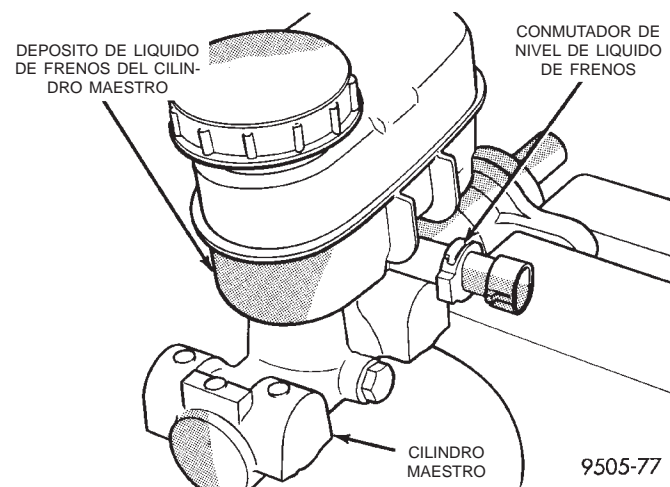

Fig. 169 Desmontaje/Instalación del conmutador de nivel del depósito de líquido
(3) Mientras comprime las lengüetas de retención, tome con fuerza el extremo opuesto del conmutador de nivel de líquido de frenos y extráigalo del depósito de líquido de frenos del cilindro maestro (Fig. 169).
(4) Alinee correctamente el conmutador de nivel de reemplazo con su orificio de instalación en el depósito de líquido de frenos. Presione el conmutador en el depósito de líquido hasta que las lengüetas de reten-